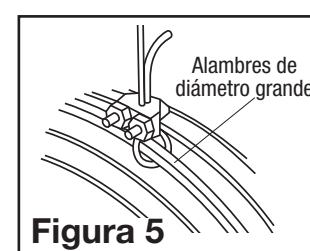

Figura 5
1. Entrelazar el cabo del cable alrededor de los alambres de diámetro grande tanto por la parte delantera como por la parte trasera de la defensa del ventilador (Figura 5).
2. Fijar la mordaza del cable de manera que la "u" del lado del cabo del bucle quede con cabo de 1 a 2 pulg. aproximadamente. Apriete las tuercas de la mordaza. Hay que asegurarse de que ninguna parte del cable estorbe a la paleta (Figura 5).